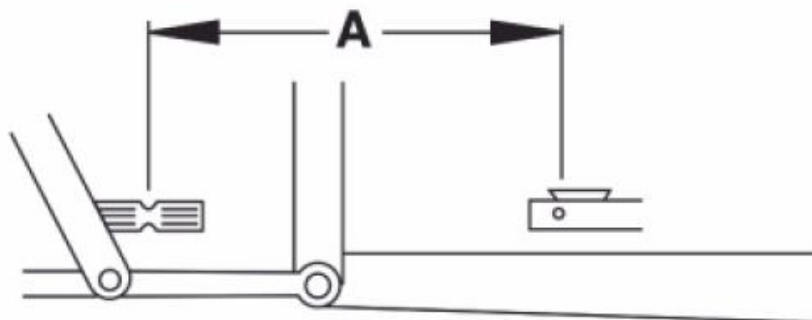

Рис. 2. Габариты агрегата.
3.2 Измерение расстояния А (по Рис. 2)